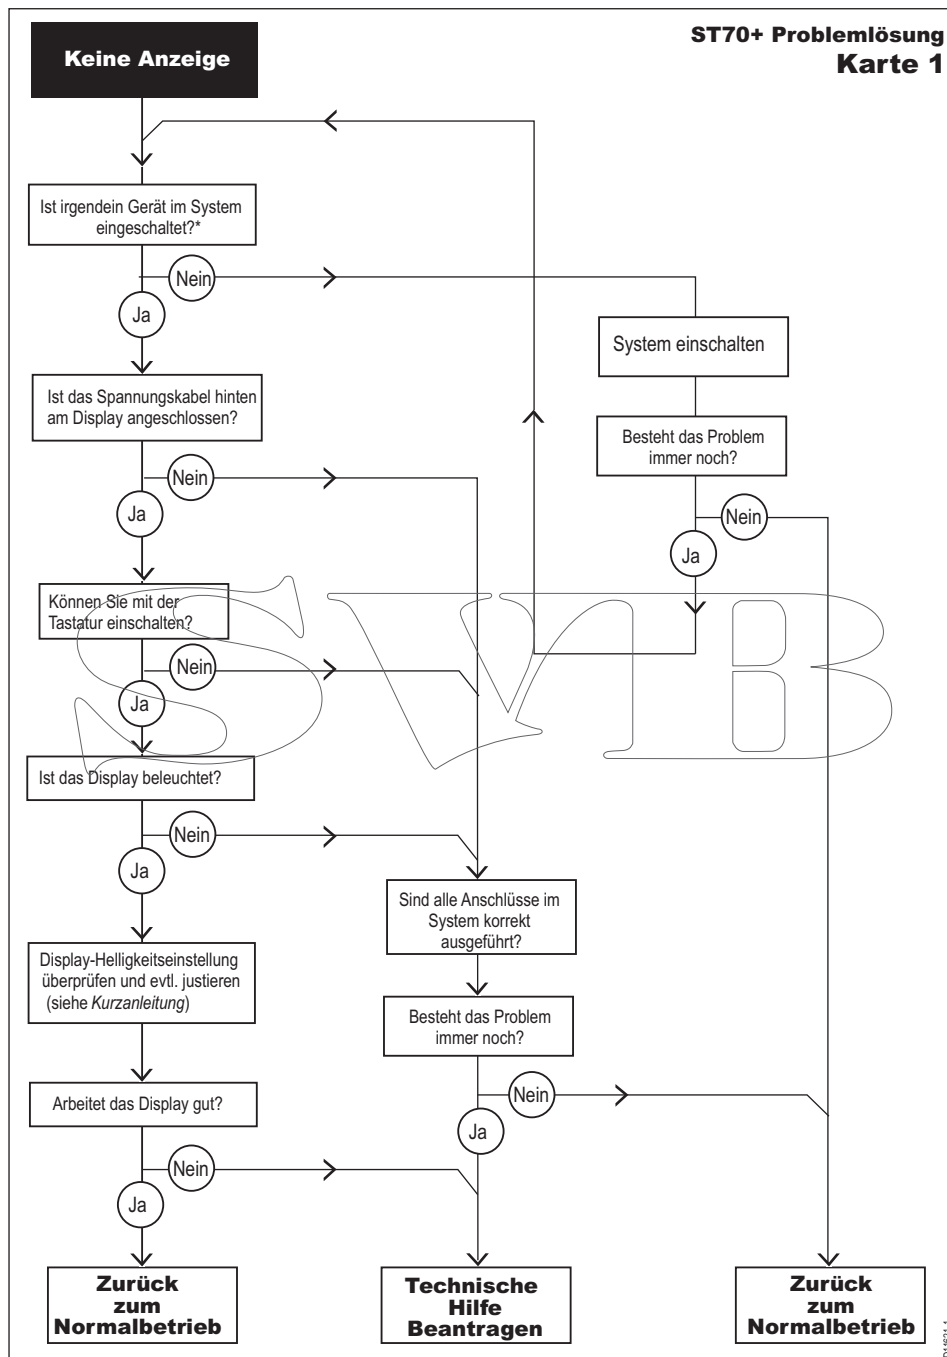

Abb. 4-1: Problemlösung Karte 1
- Auf der Anzeige ist nichts zu sehen – siehe *Abb. 4-1, Problemlösung Karte 1*.